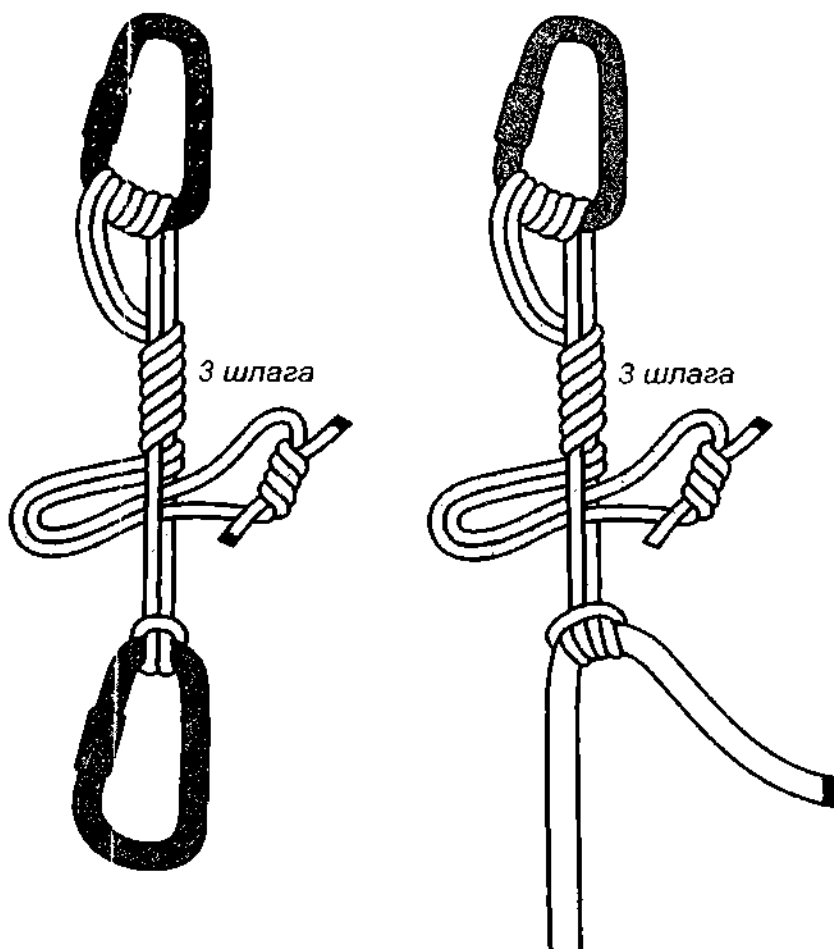

Рис. 690. **Маринер**.
**Маринер** – это конструкция узлов, для временного ослабления одного из концов верёвки (рис. 690). Вместо **маринера** в некоторых случаях можно использовать **стопорный узел** (стр. 759) или **быстроразвязывающийся косой австрийский схватывающий узел**.